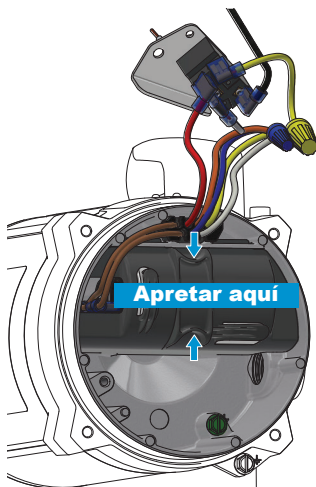

Figura 7
4. Retire los cables de sus clips organizadores y retire la tapa de plástico (consulte la Figura 7).